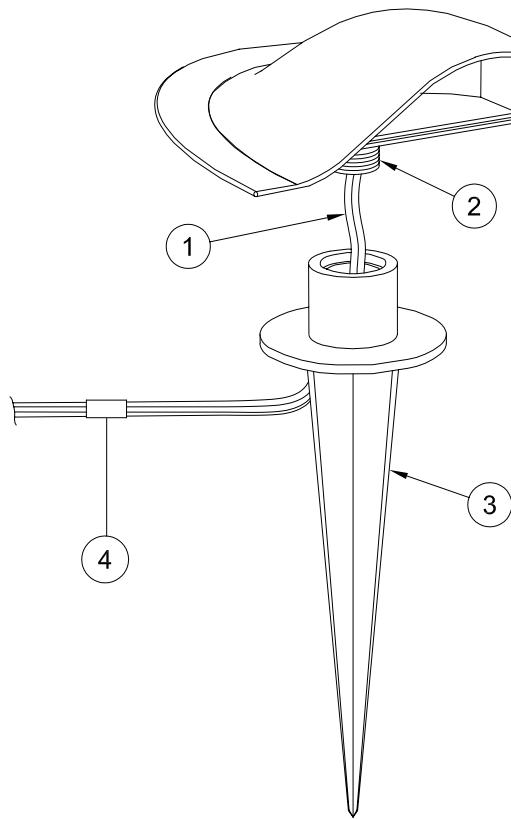

FIG. 1
1.- Slip Fixture Wires (1) into Ground Stake (3). Thread Adapter (2) firmly down into Ground Stake (3) and make connections to supply wires using Wire Connector (4) as shown in (Fig 1). Push stake down into ground until top of stake is even with grade.
1.- Deslice los alambres del aparato de luz (1) en la estaca (3). Enrosque firmemente el adaptador (2) en la estaca a tierra Progress 8618 (3) y haga las conexiones de los alambres de suministro usando el conectador de alambres (4) como se muestra (Fig. 1). Empuje la estaca hacia abajo en el terreno hasta que la parte superior de la estaca quede al ras del suelo.
1.- Faites glisser les fils du dispositif d'éclairage (1) dans le pieu (3). Vissez bien l'adaptateur (2) sur un pieu Progress 8618 (3) et effectuez les connexions aux fils d'alimentation à l'aide le raccord (4) selon le diagramme (Fig. 1). Enfoncez le pieu dans la terre jusqu'à ce que le dessus du pieu reste au ras du sol.